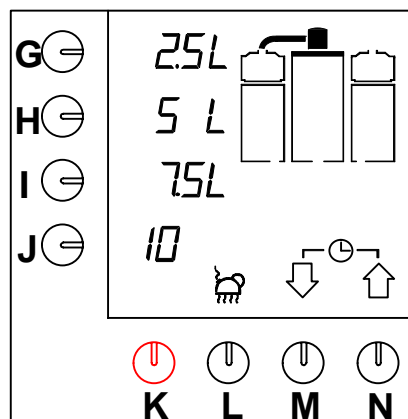

Fig. 6 Display med standardmöjligheter
- Lampan i strömbrytaren tänds. Standardmöjligheterna visas på displayen (fig. 6).